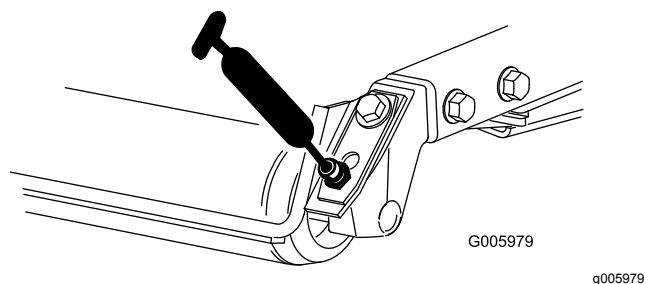

Figura 38
- Rolamentos do rolo traseiro (2 por plataforma do cortador), como se mostra na Figura 38